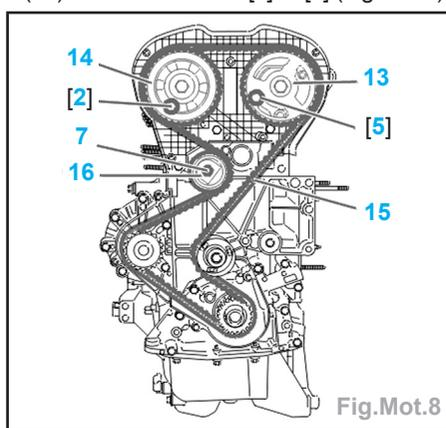

Fig.Mot.8
- Piger les poulies d'arbre à cames (13) et (14) à l'aide des outils [2] et [5] (Fig.Mot.8).